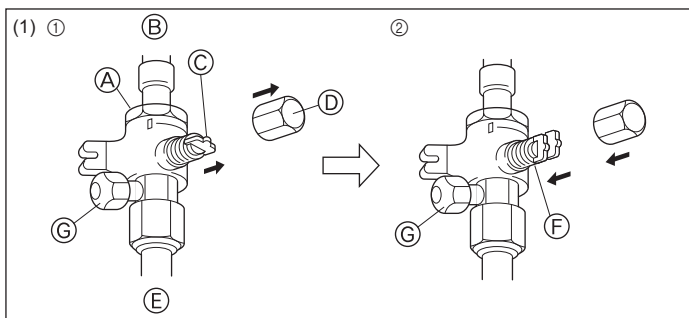
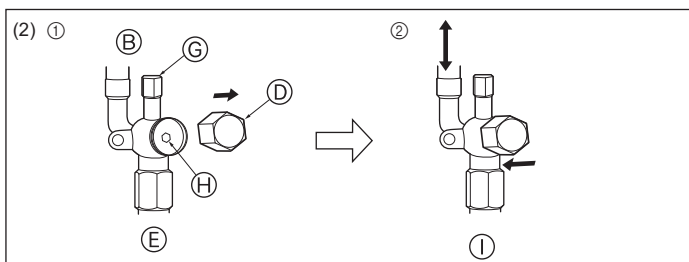

Fig. 4-9
Fig. 4-10
(1) Lato del gas (Fig. 4-9)
- ① Rimuovere il cappuccio, tirare la maniglia verso di sé e ruotare di 1/4 di giro in senso antiorario per aprire.
- ② Assicurarsi che la valvola d'arresto sia completamente aperta, spingere in dentro la maniglia e riportare il cappuccio alla posizione originale.
(2) Lato del liquido (Fig. 4-10)
- ① Togliere il cappuccio e girare fino a quando è possibile l'asta della valvola in senso antiorario utilizzando una chiave esagonale N° 4. Smettere di girare quando si urta l'otturatore.